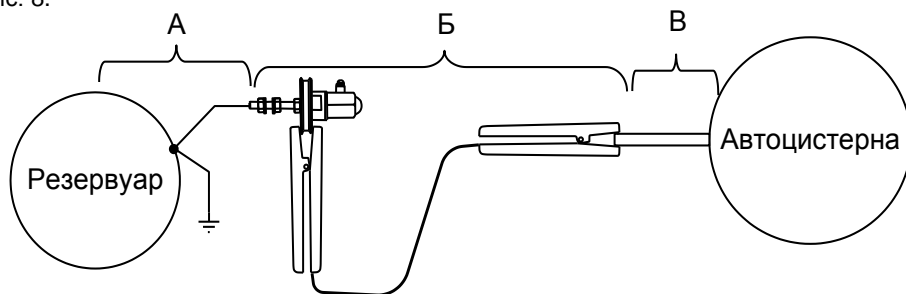

Рисунок 8
8.3.3 Цепь заземления автоцистерны состоит из отдельных цепей, показанных на рис. 8.